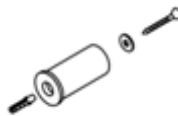

Fig. 2
4. Placer sur la paroi les supports au plus grand diamètre (\varnothing 26) (tel qu'il est montré sur la figure) avec les 4 vis pour les chevilles de 8 mm et les 4 rondelles correspondantes (Fig. 2).